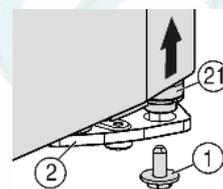
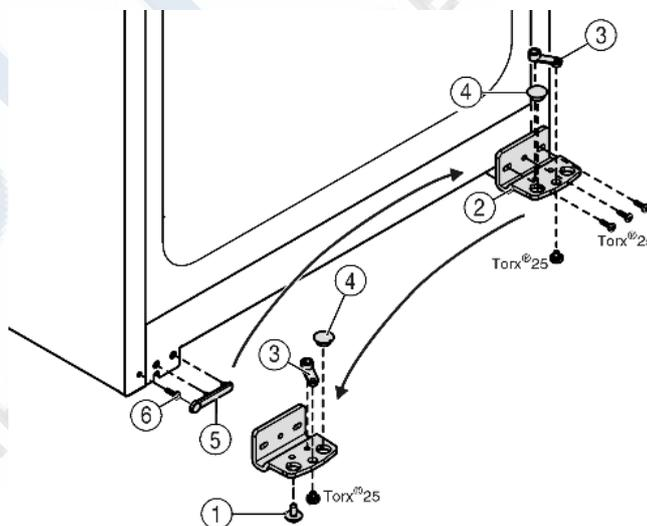

Fig. 4
Fig. 5
- ▶ Внизу справа на опорном кронштейне выкрутите фиксирующий винт Fig. 4 (1).
- ▶ Опорный палец Fig. 4 (2) можно извлечь из опорного кронштейна Fig. 5 (2).
- ▶ Если установочный винт Fig. 4 (21) не откручивается, его можно вынуть, нажав на него снизу.
- ▶ Открутите опорный кронштейн Fig. 5 (2).
- ▶ Открутите опорную деталь Fig. 5 (3) и, переставив в отверстие на противоположной стороне опорного кронштейна, снова прикрутите.
- ▶ Извлеките заглушку Fig. 5 (4) из опорного кронштейна и переставьте ее в отверстие на противоположной стороне опорного кронштейна.
- ▶ Осторожно снимите крышку со стороны ручки Fig. 5 (5).
- ▶ Выкрутите болт Fig. 5 (6) и вкрутите на противоположной стороне.
- ▶ Снова установите крышку Fig. 5 (5).
- ▶ Снова прикрутите опорный кронштейн Fig. 5 (2) на новой стороне шарнира (с моментом 4 Нм). При необходимости используйте аккумуляторный шуруповерт.
- ▶ Вкрутите фиксирующий винт Fig. 4 (1) вниз в опорный палец и затяните (с моментом 4 Нм).